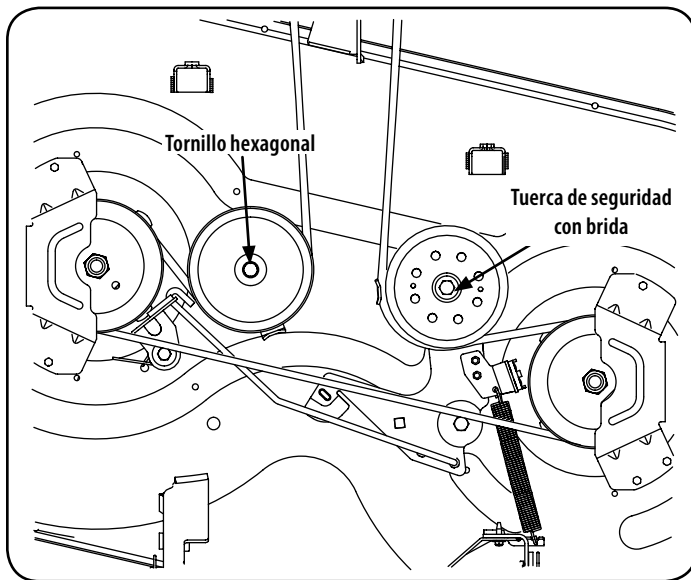
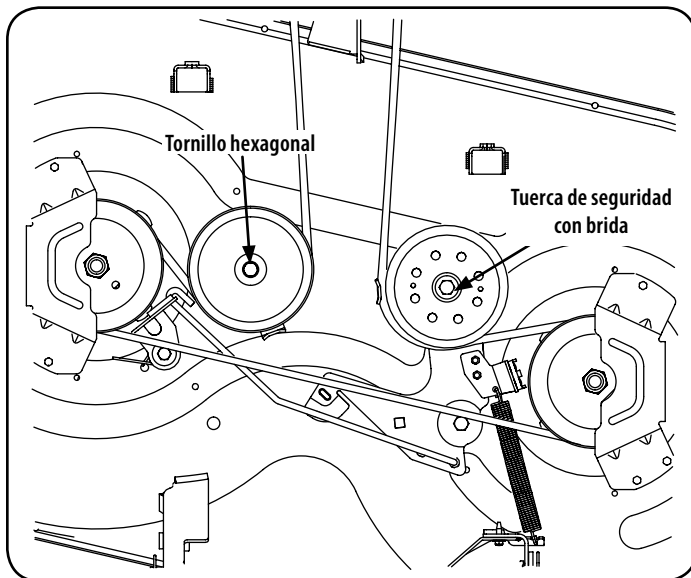
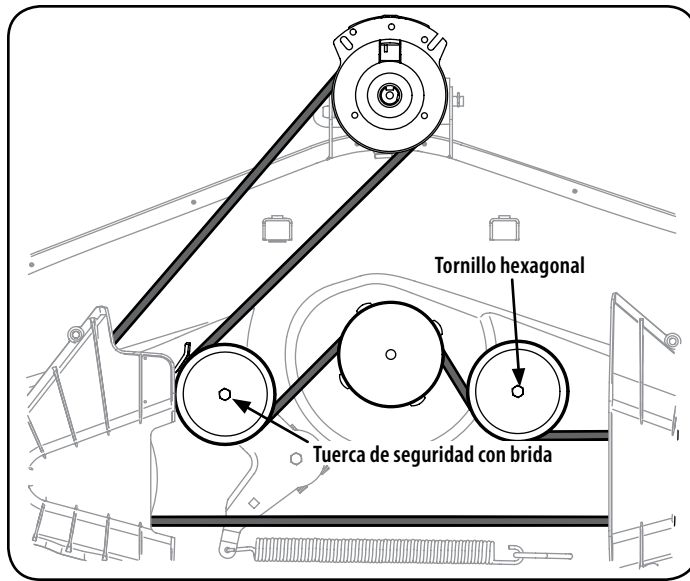

Figura 34
Figura 35
Figura 36
2. Afloje , pero no quite la tuerca de seguridad con brida de la polea tensora izquierda de 54" Las cubiertas y la polea loca adecuado para 42" y 46" de skate . Vea la Figura 34 para 42" Cubiertas, Figura 35 para 46" Las cubiertas y la Figura 36 para 54" Cubiertas